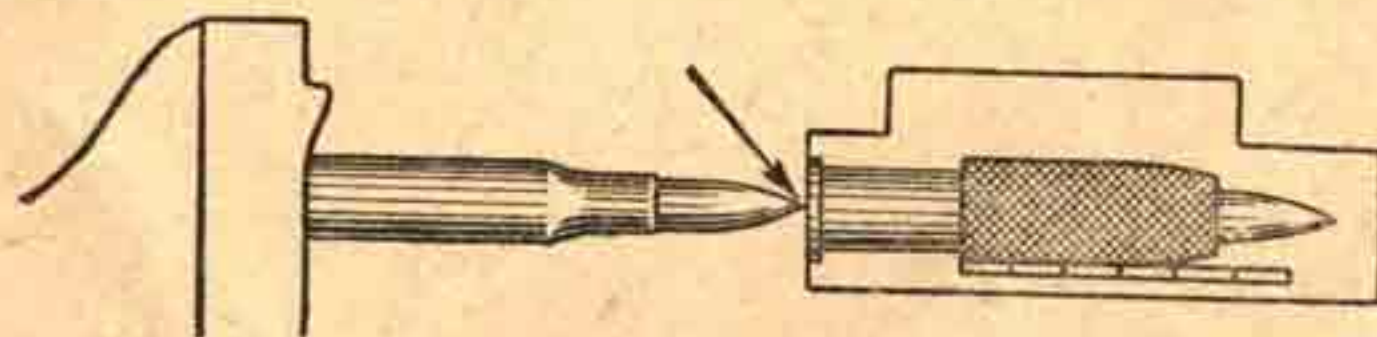

Рис. 31. Патрон уткнулся в шляпку патрона, находящегося в продольном окне приемника.
**Задача 4.** Из пулемета велся автоматический огонь. Стрельба прекратилась. Открыв крышку короба, вы обнаружили, что патрон, находившийся на верхней защелке боевой личинки, уткнулся пулей в шляпку патрона, находящегося в продольном окне приемника (рис. 31).